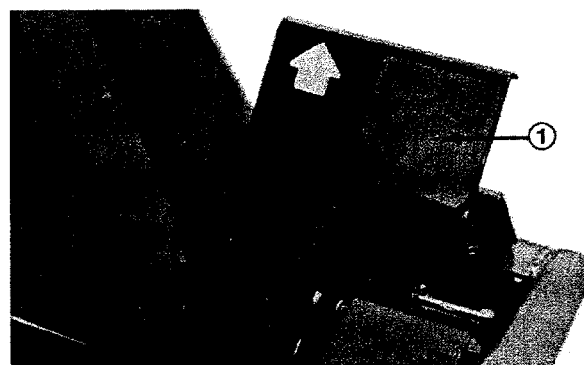

Figure 11
**Pédale de déplacement** (Fig. 11)—elle a deux fonctions: elle permet de déplacer la machine en marche avant et en marche arrière. Appuyer sur la partie avant de la pédale avec la pointe du pied pour la marche avant et appuyer sur la partie arrière de la pédale avec le talon pour la marche arrière. La vitesse au sol varie selon que la pédale est plus ou moins enfoncée. Pour une vitesse au sol maximale, enfoncer à fond la pédale en gardant la commande des gaz à la position FAST. Vitesse maximum en marche avant: 16 km/h. Pour obtenir une puissance maximale avec charge élevée ou pour monter une pente, placer la commande des gaz sur FAST tout en appuyant légèrement sur la pédale de déplacement pour maintenir le régime élevé du moteur. Quand le régime commence à diminuer, relâcher légèrement la pédale pour l'augmenter.